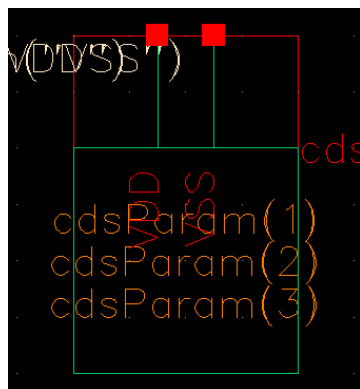
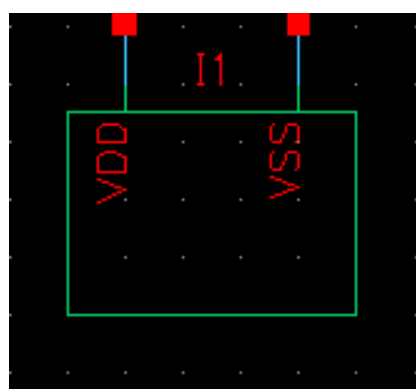

图 4.4 电源符号草图
图 4.5 电源符号视图
之后点击 OK, 弹出 symbol 窗口, 如图 4.4 所示。
- ③ 使用 Delete 和 Move 图标, 改变图 4.4, 如图 4.5 所示。
- ④ 完成编辑后存档。